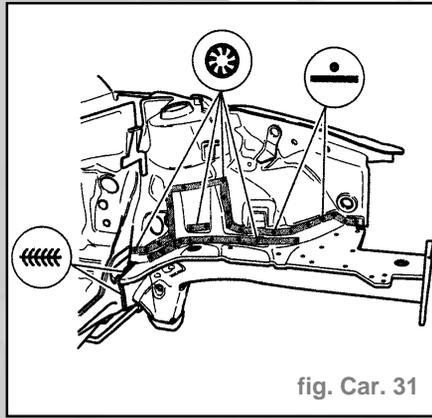

fig. Car. 31
- Souder la découpe, soudure en cordon continu sous gaz de protection (fig. Car. 31).